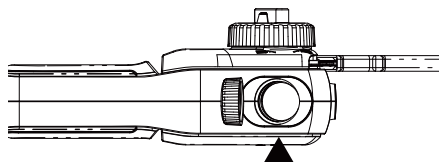

Fig. 15
3. Añada aceite para cadena y barra hasta llenar el depósito de aceite.(Fig. 15)